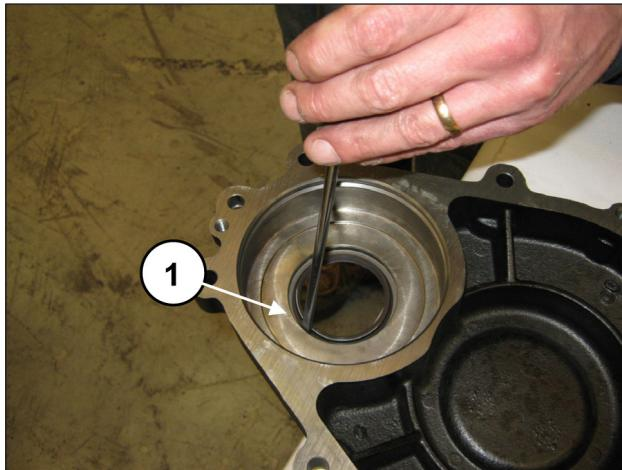

Abb. 11
Ziehen Sie den Ölabstreichring von der Innenseite des Deckels aus dem Getriebedeckel heraus (Pos. ①, Abb. 11).